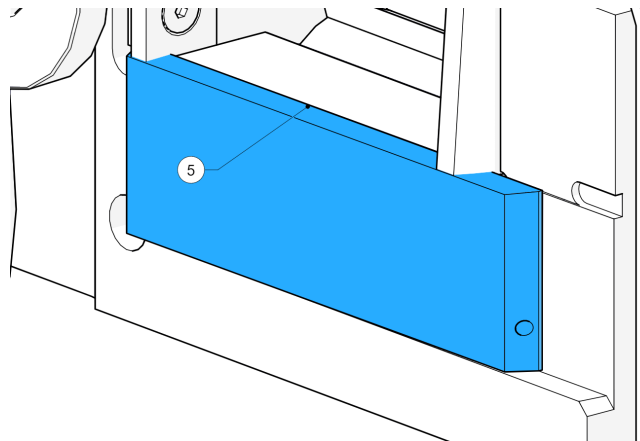

Abbildung 62 - Amboss auf Grundplatte
14. Führen Sie den Amboss seitlich in die Häckselkammer ein und achten Sie darauf, dass der Amboss fest auf der Grundplatte sitzt (5, Abbildung 62).